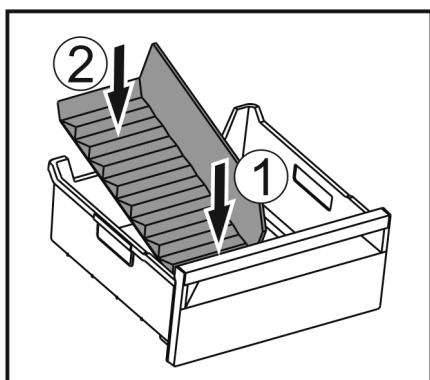

Fig. 107
- Włożyć przednią część separatora do szuflady na lód. Fig. 107 (1)
- Tylną część separatora do szuflady na lód opuścić na dno szuflady. Fig. 107 (2)